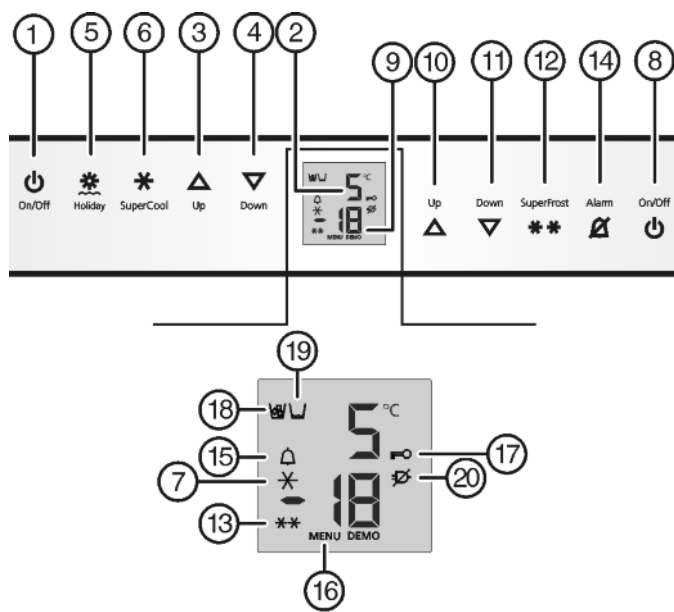

Fig. 2
- ▶ Нажмите кнопку On/Off морозильного отделения Fig. 2 (8).
- ▶ Нажмите кнопку On/Off холодильного отделения *Fig. 2 (1)*.
- ▶ Активация режима настройки: удерживайте кнопку SuperFrost *Fig. 2 (12)* прилб. 5 секунд.
- ▷ Символ меню *Fig. 2 (16)* горит.
- ▶ Коротко нажмите кнопку SuperFrost *Fig. 2 (12)* для подтверждения.
- ▶ Для включения защиты от детей коротко нажмите клавишу SuperFrost *Fig. 2 (12)*.
- ▷ Символ "Защита от детей" *Fig. 2 (17)* горит. На индикации мигает **c**.
- ▶ Для выключения защиты от детей коротко нажмите клавишу SuperFrost *Fig. 2 (12)*.
- ▷ Символ защиты от детей *Fig. 2 (17)* гаснет. На индикации мигает **c**.
- ▶ Выход из режима настройки: нажмите кнопку On/Off морозильного отделения *Fig. 2 (8)*.
- ▶ Нажмите кнопку Alarm *Fig. 2 (14)*.
Одновременно мигает индикация температуры и символ тревоги *Fig. 2 (15)*.
Звуковой сигнал выключается автоматически, символ аварийного сигнала *Fig. 2 (15)* выключается и индикатор температуры перестает мигать, если температура снова становится достаточно низкой.